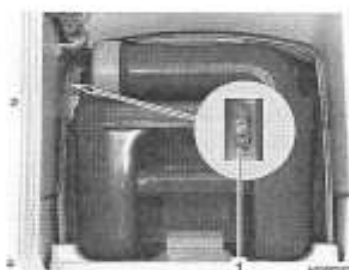

Fig. 125 Fusible des toilettes Thetford
- Changer le fusible (Fig. 125,1).